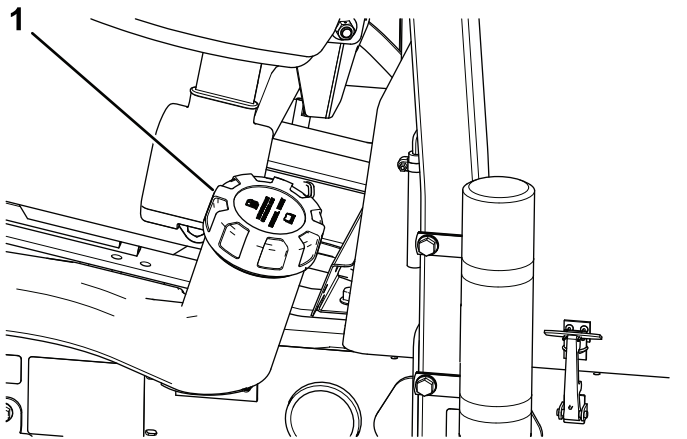

Bild 39
1. Reinigen Sie den Bereich um den Tankdeckel (Bild 39).